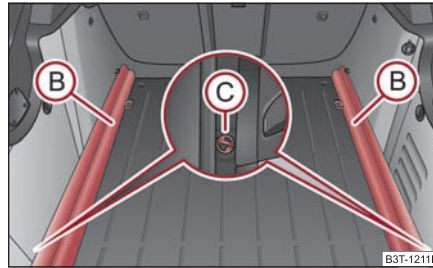

Abb. 97 Gepäckraum: Trageschienen ausbauen
- Entriegeln Sie die Trageschienen ② durch Drehen der Aufsteckbefestigungsösen ③ nach rechts um ca. 90° ⇒ *Abb. 97*.